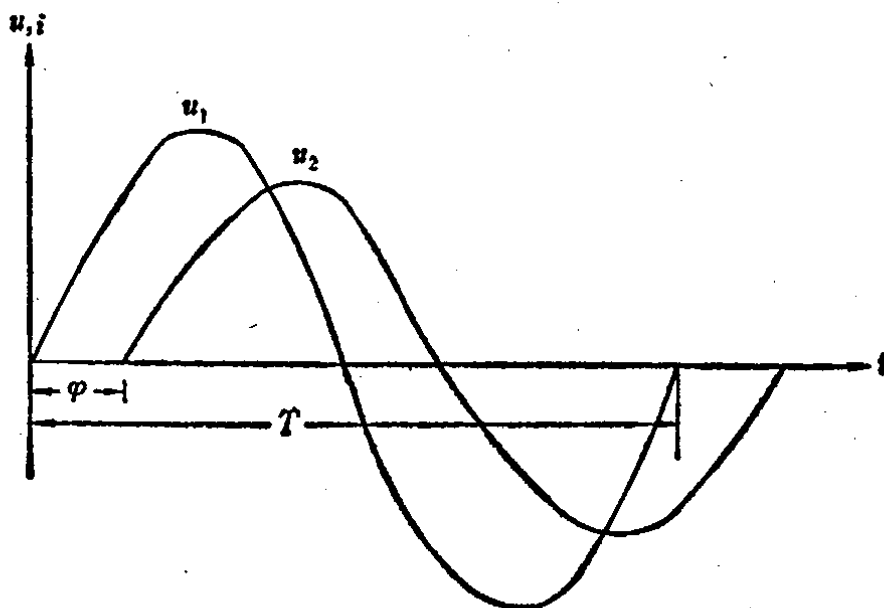

图 11 正弦交流电与变化周期
发电厂发出的电源以及生产与生活广泛使用的电源，都是按正弦规律变化的交流电（图11）。
(16) 周期、频率——交流电变化一个循环(由零→正最大值→零→负最大值→零)所需用的时间称为周期(图11), 用符号“ T ”表示, 周期所用的单位是“秒”。
相位差——两个同频率正弦交流电的相位之差, 叫做相位差, 一般用 φ 表示(见图11)。